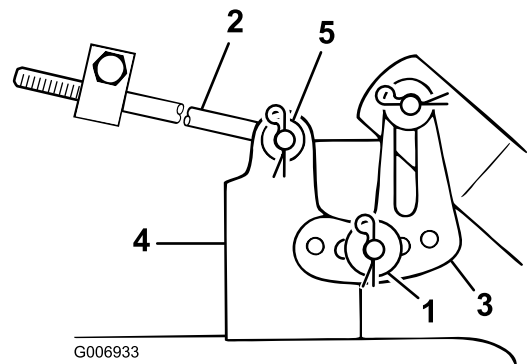

Figura 44
11. Infilate l'estremità dell'asta lunga nel foro del perno di montaggio del tosaerba (Figura 44).